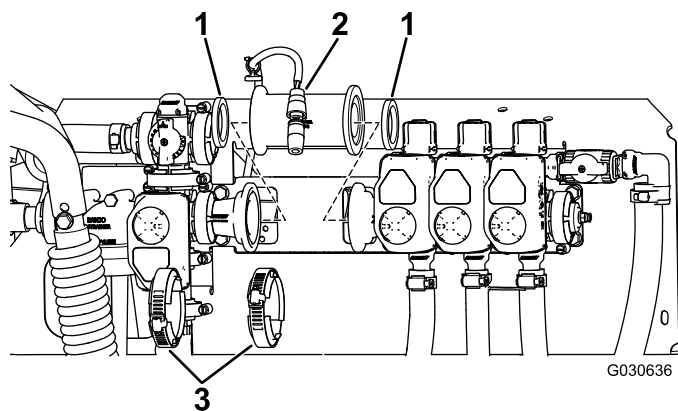

图6
- 根据指向 3 个喷洒臂阀（图6）的流量箭头，将管线式流量计直通阀安装在 KZ 阀和喷洒臂阀总成之间。
- 将现有垫片安装至与 KZ 阀相配的流量计一侧（图6）。